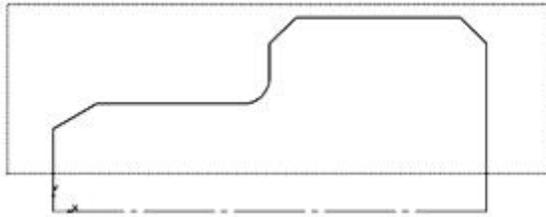

Рис. 106. Выделение выполненного чертежа
6. Выполнить очерк нижней части детали, пользуясь командой *Симметрия*, которая становится активной после выделения необходимых объектов, поэтому нажать *Выделить – Секущей рамкой*  и выделить выполненный чертеж, не захватывая ось (рис. 106).